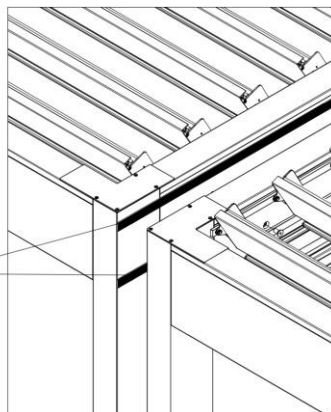

Abbildung 39
1. Kleben Sie nach dem Entfetten zwei Streifen EPDM-Band auf die Fläche des integrierten Pergola-Rahmens auf der Seite, an der der zweite Rahmen angebracht wird zwei Streifen EPDM-Klebeband auf. Die Streifen werden an der Ober- und Unterkante des Balkens angebracht. Es wird empfohlen, die Kante des oberen Streifens unterhalb der Revisionsklappe anzukleben (Abb. 39), um später Zugang zum Inneren des Balkens zu haben.